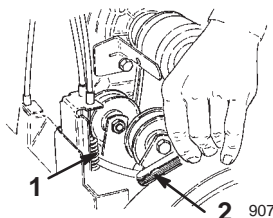

Figure 29
5. Maintenez le levier et insérez une jauge d'épaisseur de 0,25 mm (0,010") entre un enroulement au centre du ressort (Fig. 29).